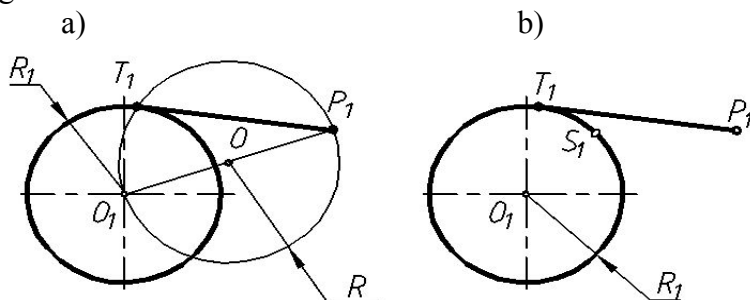

Fig. 3.4
- Construirea tangentei la un cerc printr-un punct exterior dat, fig. 3.4.